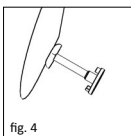

fig. 4
■ **fig. 4** L'élément en forme de tampon du gabarit est appliqué pour la mesure contre la base de l'étrier. La partie circulaire est destinée à être posée contre le tympan. Pour déterminer la longueur de la prothèse, vous devez tenir compte de l'épaisseur du greffon (p. ex. plaque cartilagineuse) qui sera intercalé entre le tympan et la prothèse. Une fois que la longueur optimale a été déterminée, la longueur de la prothèse totale peut être réglée.